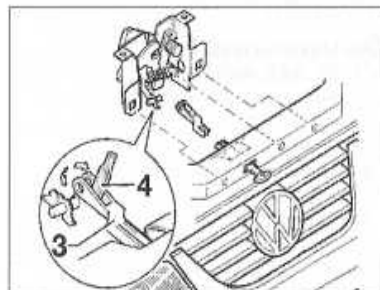

FIGURE 11-3
- Écarter le levier de déverrouillage (3) à l'aide d'un tournevis (4) et le retirer de la serrure de capot (figure 11-3).